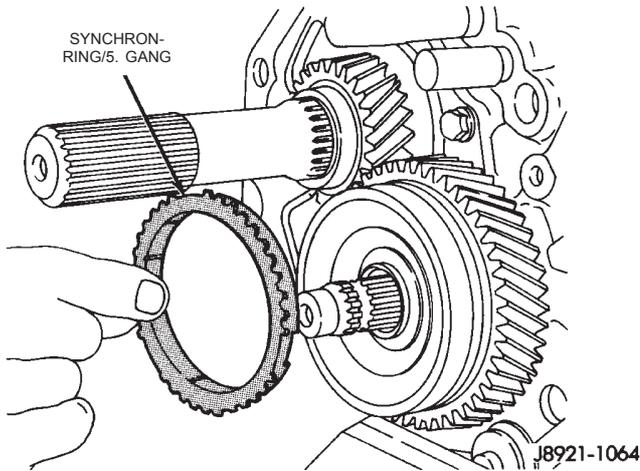

Abb. 57 Synchronring/5. Gang ausbauen
(9) Den Synchronring des Gangrads für den fünften Gang ausbauen (Abb. 57).